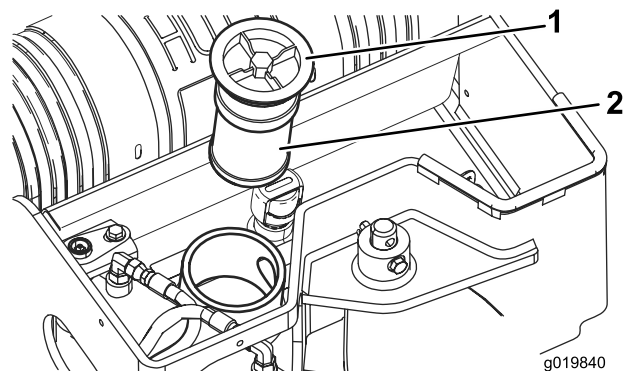

Figure 60
5. Déposez le filtre à huile et mettez-le au rebut (Figure 60).
6. Mettez en place le filtre hydraulique de rechange et le bouchon de remplissage (Figure 60), et serrez le boulon sur le dessus à un couple de 21 à 25 Nm.
6. Enlevez le bouchon de remplissage du réservoir hydraulique ainsi que le filtre (Figure 60).
11. Mettez en place le filtre hydraulique et le bouchon de remplissage (Figure 60), et serrez le boulon sur le dessus à un couple de 21 à 25 Nm.